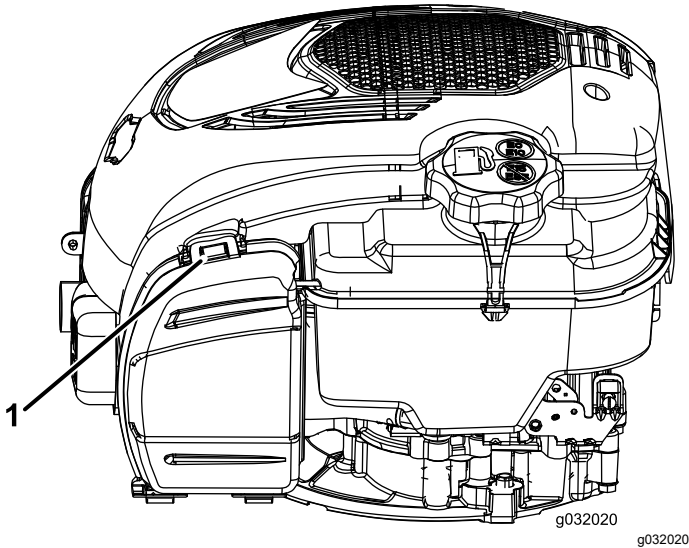

Bild 19
1. Ziehen Sie an der Nase, um die Luftfilterabdeckung zu öffnen (Bild 19).